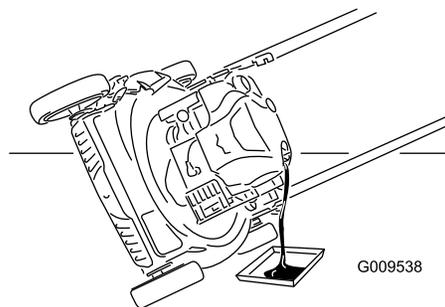

Рисунок 24
4. Переверните газонокосилку на одну сторону таким образом, чтобы масляный шпун был направлен вниз, для слива отработанного масла через маслозаливную горловину (Рисунок 24).